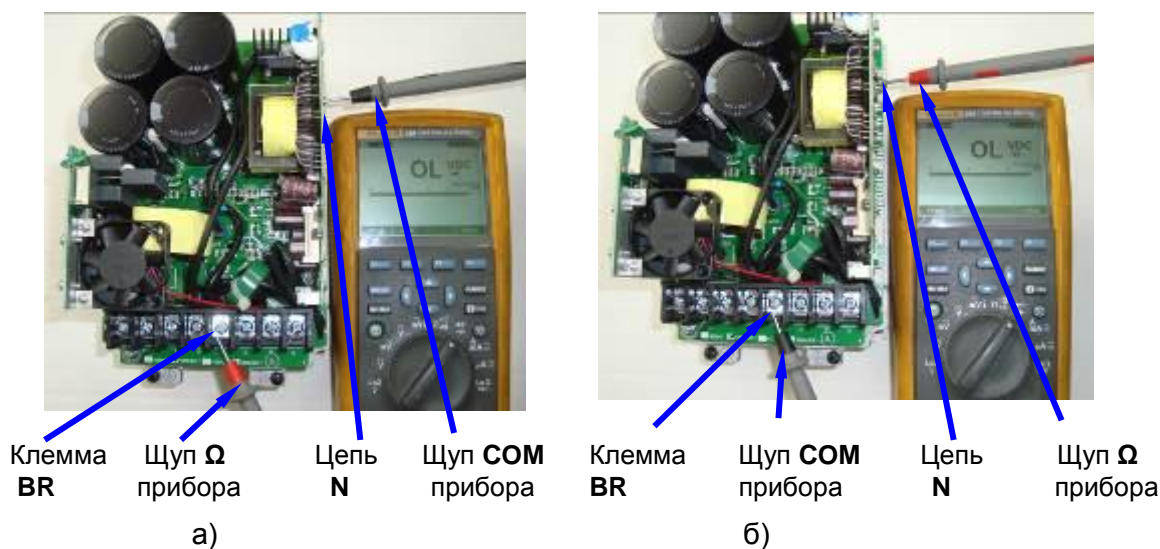

Рис. 4.9. Проверка тормозного ключа матрицы IGBT.
4.6.10. Проверить цепь **N-BR** – тормозной ключ матрицы, как показано на рис. 4.9.
Проводимость должна отсутствовать при любом положении щупов мультиметра (показание прибора - «Обрыв цепи», рис. 4.9а, б).